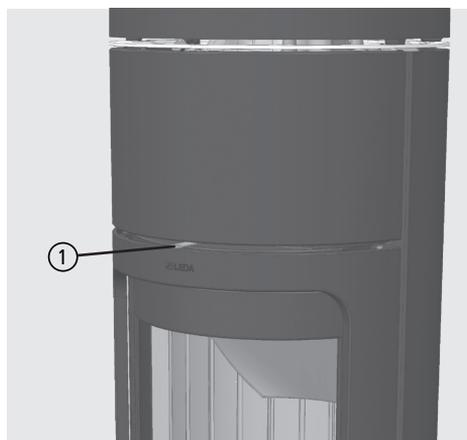

Abb. 4.11 DELTA W, levier de déviation du déflecteur
La manipulation du levier de déviation s'effectue via le levier ① situé au milieu au dessus de la porte de l'appareil (voir schéma Abb. 4.11).